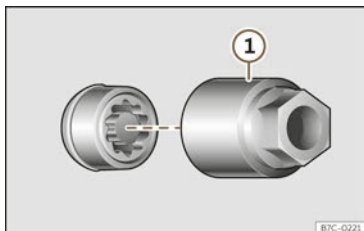

Abb. 260 Diebstahlhemmende Radschraube mit Abdeckkappe und Adapter.
- Setzen Sie den Spezialadapter >>> **(Abb. 260) ①** (Bordwerkzeug >>> S. 358) bis zum Anschlag in die diebstahlhemmende Radschraube ein.